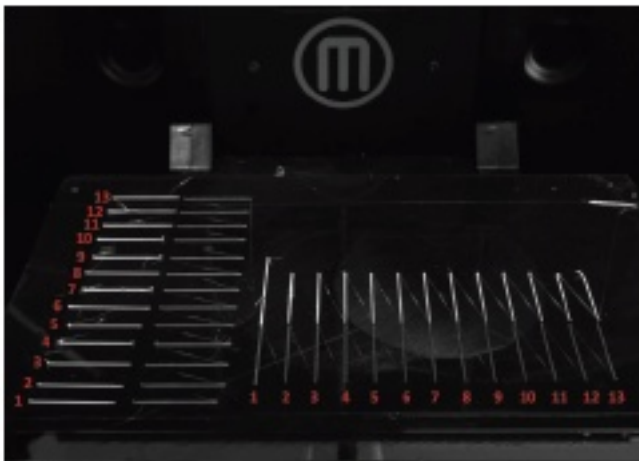

Abb. 1.4
4. Wenn der Testdruck beendet ist, sehen Sie zwei Sätze von Linien. Jeder Satz umfasst zwei Sätze von 13 parallelen Linien, wobei je ein Set von jedem Extruder gedruckt wird [Abb. 1.4].